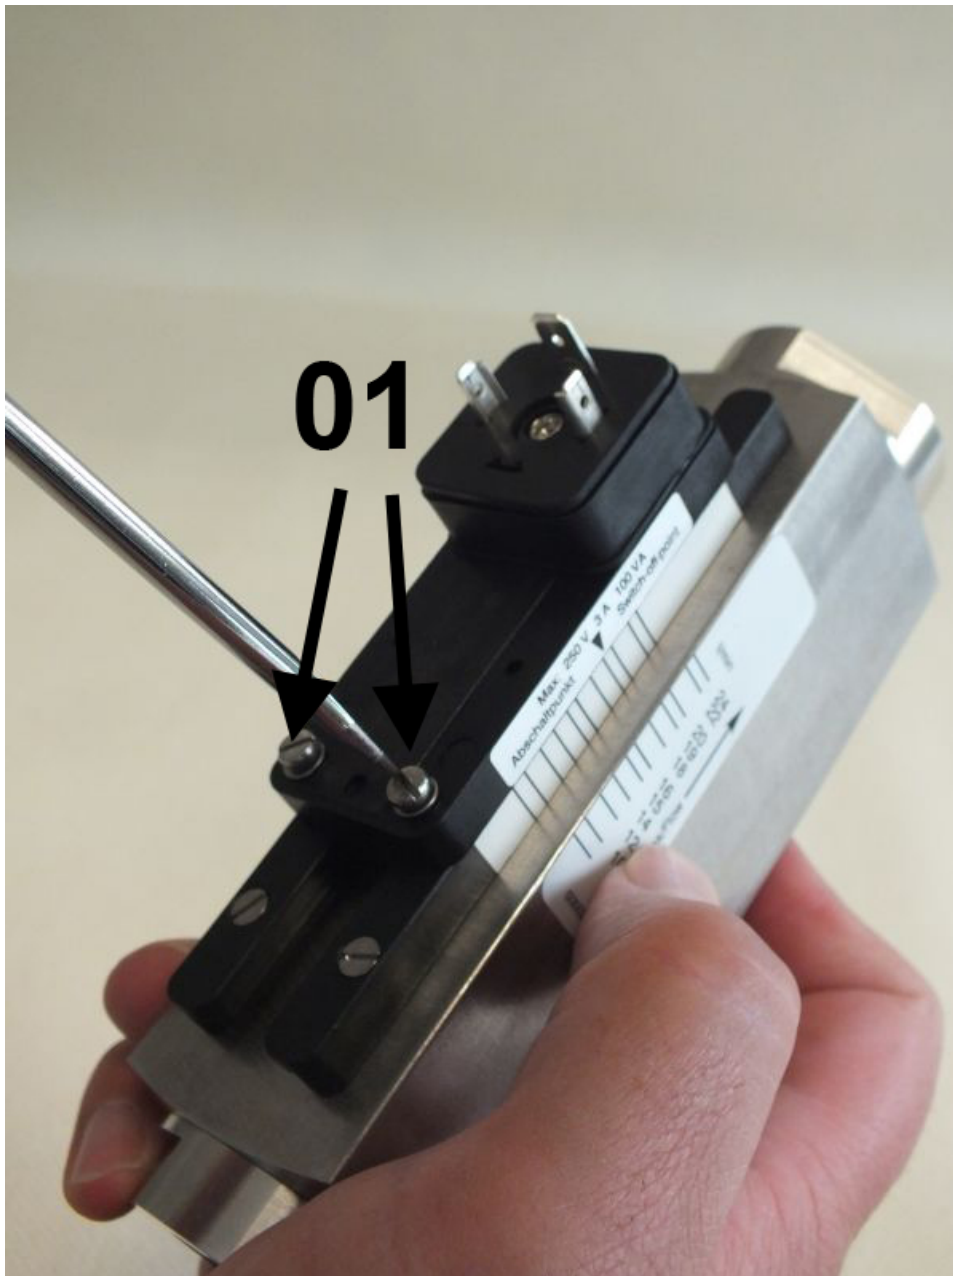

Abb. 68: Feststellschrauben lösen
3. Feststellschrauben (Abb. 68/01) des Schaltkontaktes mit einem Schlitzschraubendreher so weit lösen, dass er sich frei verschieben lässt
11. ➤ Feststellschrauben (Abb. 68/01) wieder festdrehen, dabei Anziehdrehmoment einhalten (→ Kapitel 11.1 „Anziehdrehmomente“ auf Seite 96)